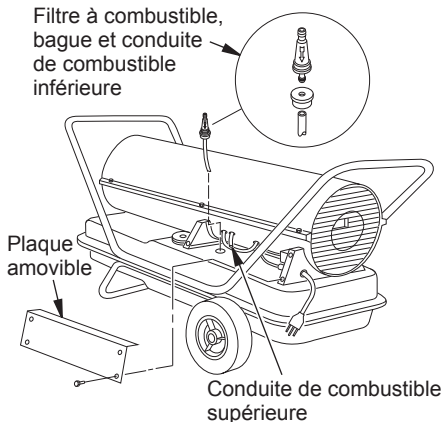

Figure 16 - Dépose du filtre de combustible, modèles 115T/165T
4. Soulevez soigneusement la bague, le filtre et la conduite inférieure de combustible (modèles 115T/165T seulement) du réservoir (voir Figure 16).